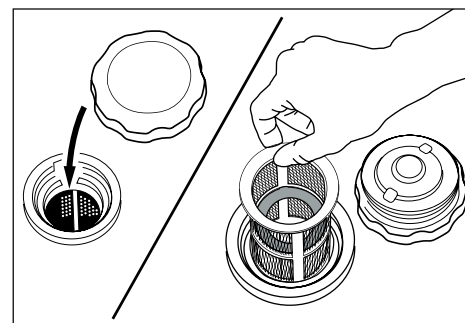

Рисунок 19.
1. Снимите пластмассовый фильтр, расположенный под крышкой горловины топливного бака (рис. 19).